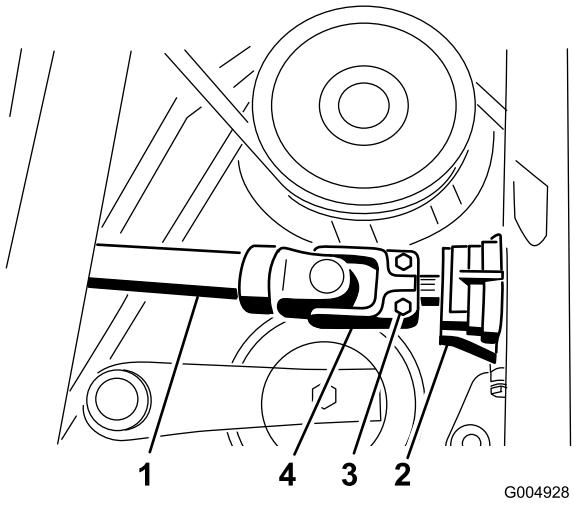

Рисунок 35
- Извлеките цилиндрический штифт и вытяните ведущий вал из вала редуктора (Рисунок 35).